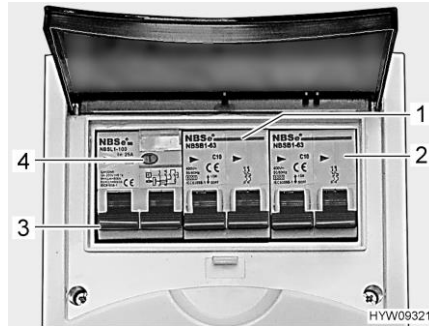

Fig. 165 Interruptor de protección de línea e interruptor FI (caja de fusibles de 230 V)
Un interruptor de corriente de defecto (interruptor FI) (Fig. 165,3) en la caja de fusibles asegura el vehículo completo contra corriente de defecto (30 mA).
El interruptor de protección de línea conectado en serie (10 A) (Fig. 165,1) asegura las cajas de enchufe de 230 V, el bloque eléctrico, el cargador adicional y el frigorífico.
En los vehículos con equipamiento especial, p. ej. la instalación de aire acondicionado en el techo, un interruptor de protección de línea adicional (16 A) (Fig. 165,2) asegurará el aparato.
- Si el vehículo está conectado a la alimentación de 230 V, pulsar la tecla de prueba (Fig. 165,4). Se debe activar el interruptor de corriente de defecto (FI).